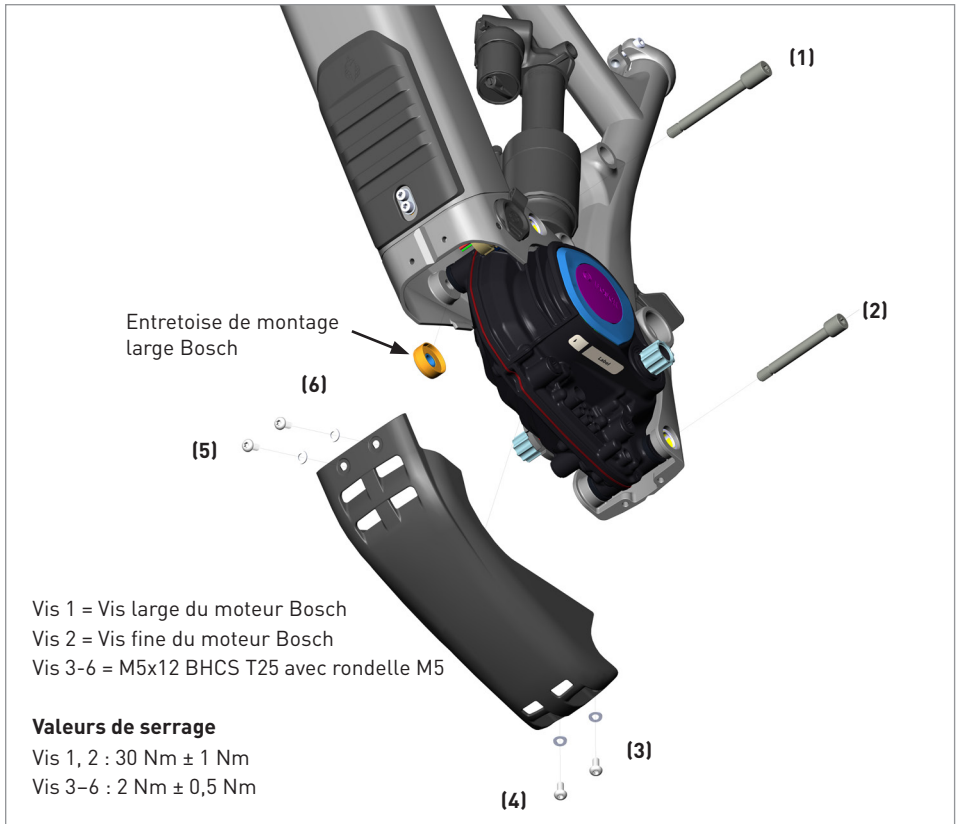

Figure 5
5. Lors de la réinstallation du moteur, utilisez les valeurs de couple indiquées à la figure 5.